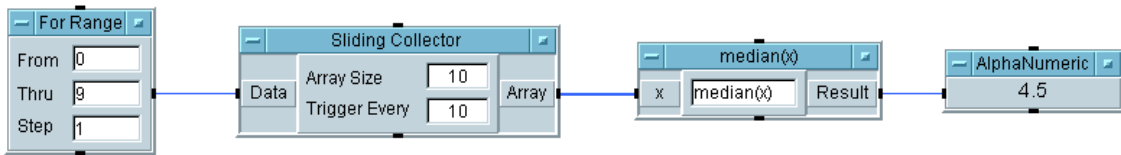

図 2-16. データ・オブジェクトの接続
5. [Display] ⇒ [AlphaNumeric] を選択して、AlphaNumeric オブジェクトを追加します。図 2-16 のようにオブジェクトを接続します。プログラムを実行します。オブジェクトの入力値を変更していなければ、結果が図 2-16 のように表示されます。